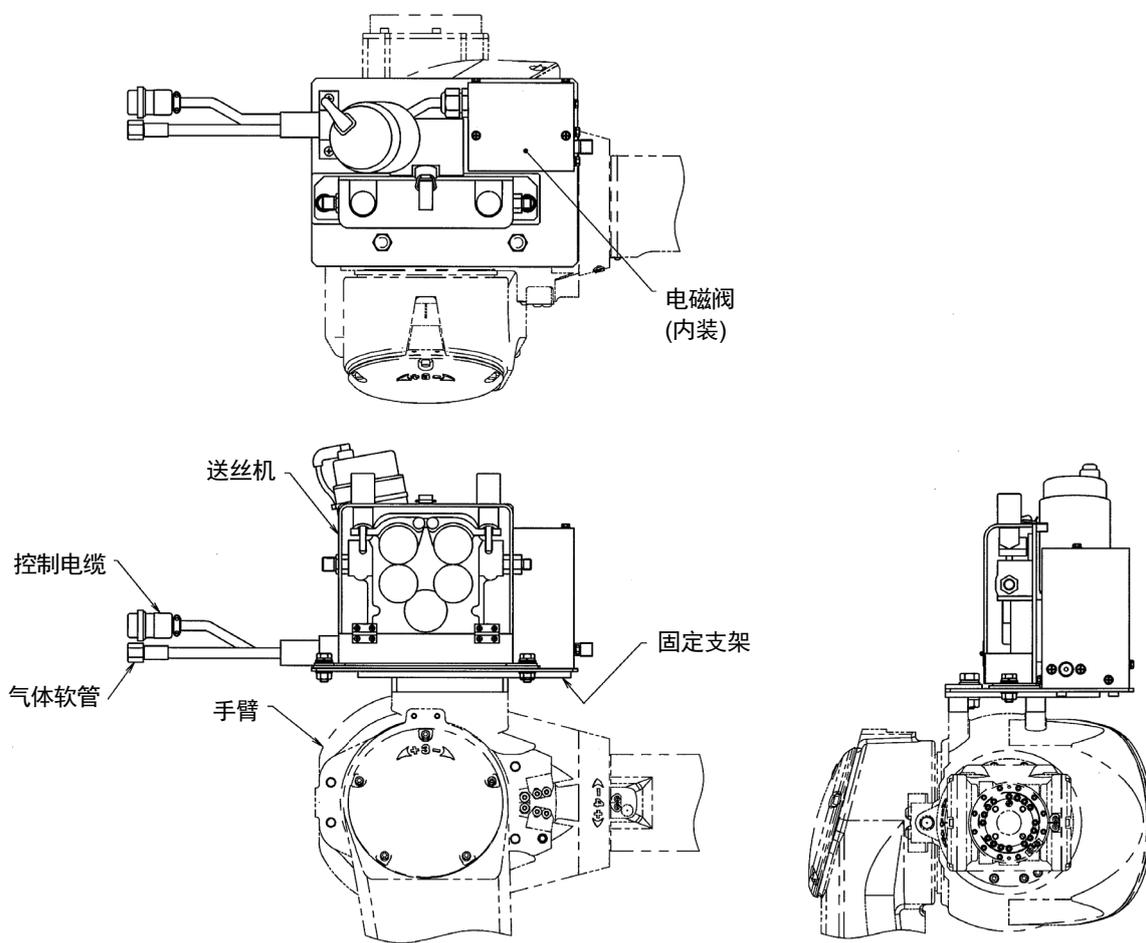

图 1.3 控制电缆的连接器连接(步骤 3)
3. 请参阅图 1.3 将送丝机的控制电缆(电机线及编码器线、电压检出线)的连接器与指定的连接器连接。